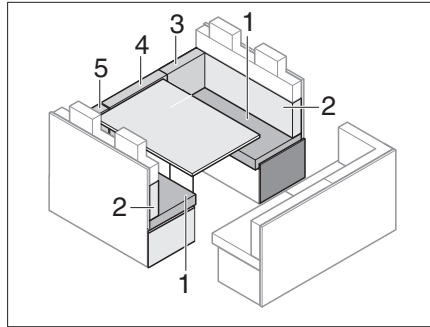

Bild 193 Vor dem Umbau
- Rückenpolster (Bild 193,3,4 und 5) entfernen und zur Seite legen.